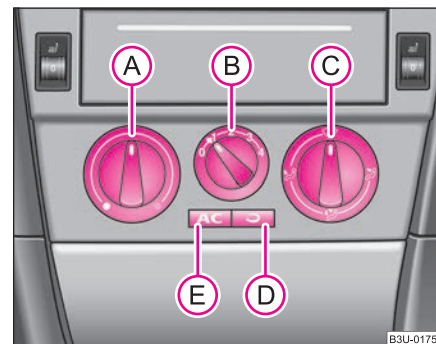
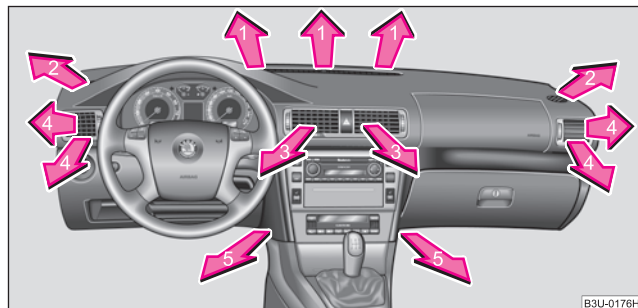
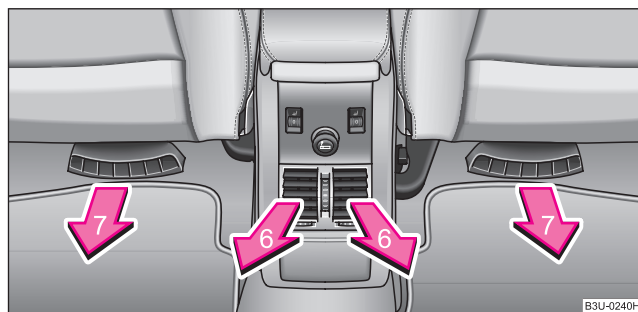

Fig. 107 Instalația de climatizare: Elementele de comandă
Fig. 108 Gurile de ventilație din față
Fig. 109 Gurile de ventilație din spate
Instalația de climatizare funcționează numai când tasta  => pagina 109, fig. 107  este apăsată și se îndeplinesc următoarele condiții:
- Rotiți regulatorul rotativ (A) ⇒ fig. 107 spre dreapta pentru a mări temperatura.
- Rotiți regulatorul rotativ (A) spre stânga pentru a reduce temperatura.
- Regulatorul rotativ **(A)** ⇒ pagina 109, fig. 107 spre dreapta până la limită,
- Gurile de ventilație 4 ⇒ pagina 112, fig. 108 deschise și îndreptate spre geamurile laterale.
- Regulatorul rotativ **(A)** ⇒ pagina 109, fig. 107 spre stânga până la limită
- Gurile de ventilație **3** și **4** ⇒ pagina 112, fig. 108 deschise,
- Apăsați comutatorul  ⇒ pagina 109, fig. 107, simbolul din comutator  se aprinde.
Când regulatorul **(C)** ⇒ pagina 109, fig. 107 se află în poziția , recircularea aerului este oprită automat, resp. nu poate fi pornită.
Admisia aerului prin fiecare gură de ventilație se reglează de la regulatorul **C** ⇒ pagina 109, fig. 107. Gurile de ventilație **3** și **4** ⇒ fig. 108 și **6** ⇒ fig. 109 pot fi reglate și fiecare separat.
Prin gurile de ventilație deschise este admis aer încălzit, rece sau răcit, în funcție de poziția regulatorului **A** ⇒ pagina 109, fig. 107 și de condițiile climatice.
Gurile de ventilație din spate din zona picioarelor **7** se acționează împreună cu gurile de ventilație **5**. Regulatorul distribuției aerului **C** ⇒ pagina 109, fig. 107 în poziția . ■